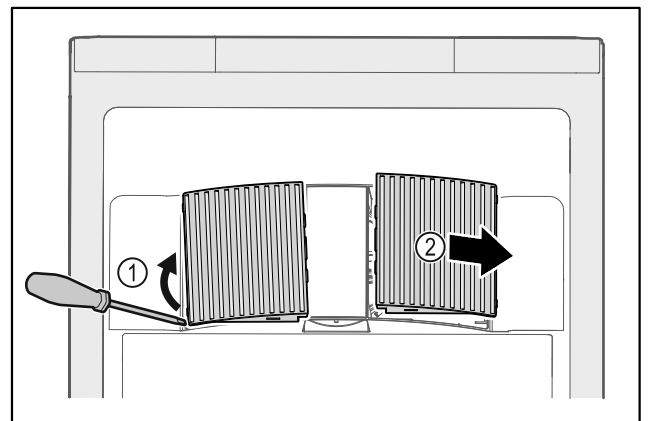

Fig. 104
- ▶ Estrarre con cautela i coperchi delle ventole dai lati Fig. 104 (1) e rimuoverli in avanti Fig. 104 (2).